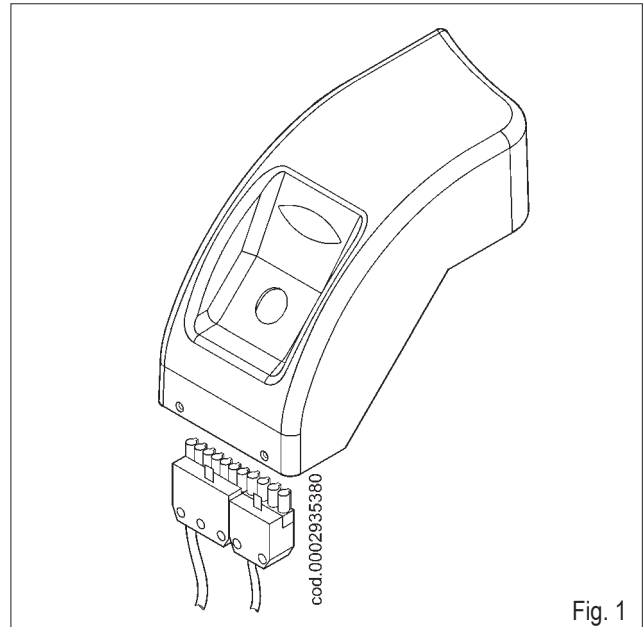

Fig. 1
- 1) En suivant les instructions fournies au paragraphe «Entretien», extraire le groupe de mélange et enlever la vis (1) qui raccorde la tige d'avance (2) du groupe au tuyau de refoulement du gaz (3).
- 3) Enlever la vis (5) qui raccorde le mélangeur du gaz (6) au tuyau (figure 1).
- 2) Tourner de 180° le raccord coudé (4) et le mélangeur (6), de manière à ce que l'entrée du gaz soit tournée vers le haut (figure 1). Fixer de nouveau le mélangeur et la tige d'avance du groupe au tuyau de refoulement du gaz.
- 1) Introduire la fiche à 7 pôles et à 4 pôles pour la version "P", dans les prises situées sous la base de support du tableau électrique d'après la figure 1.